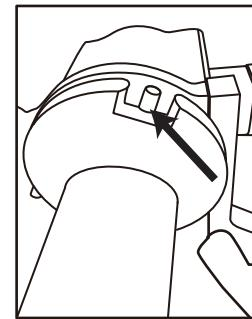
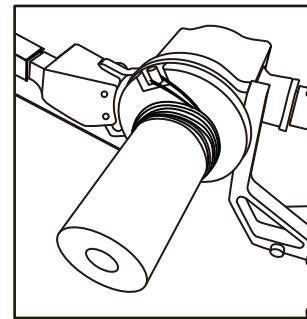

Figure 3
Figure 4
- A. Lorsque vous tirez sous terre ou par le bas, faites une boucle à l'extrémité du ruban polyligne/mule et fixez l'œil autour de la tige pour ruban polyligne/mule (10) sur le cabestan (1) (figure 3). Cela permettra au ruban polyligne/mule de s'accumuler de façon continue sur le cabestan (1) (figure 4). Mettez la perceuse de 18 volts en marche ARRIÈRE et obtenez un résultat similaire à celui de la plupart des extracteurs classiques.